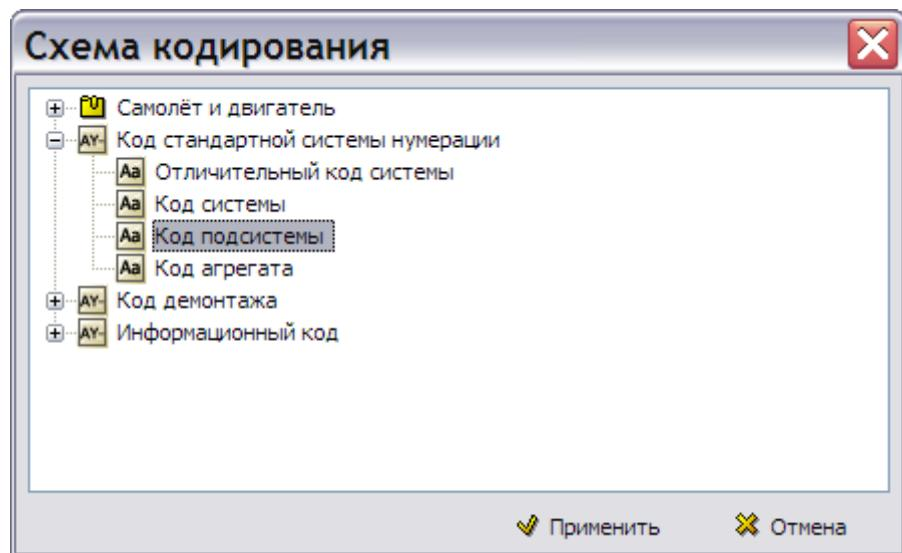

Рис. 4.12
7. В окне **Схема кодирования** из группы «Код стандартной системы нумерации» выберите поле кода **Код подсистемы** (Рис. 4.12).